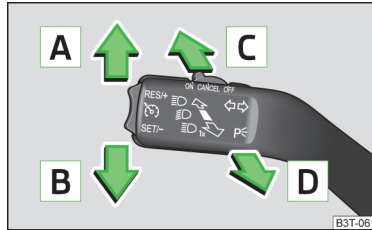

Abb. 49
- Den Blinker- und Fernlichthebel (» **Abb. 49 auf Seite 70**) zum Lenkrad ziehen, nach unten schieben und in dieser Stellung halten.
**Bedienungshebelstellungen** » **Abb. 49**